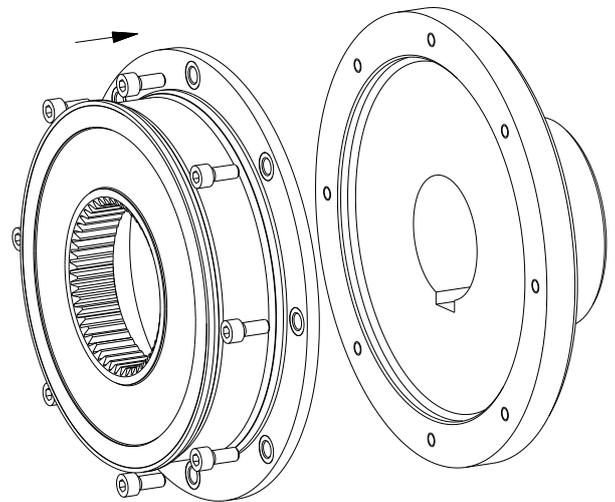

Bild 20: Montage des Elastomerteils an das Schwungrad
- Setzen Sie das Elastomerteil (Bauteil 1) vor die Flanschnabe bzw. den Kupplungsflansch (siehe Bild 20).